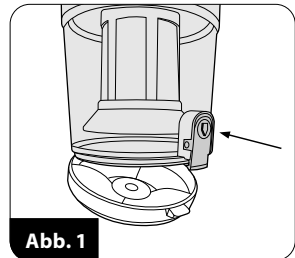

Abb. 1
Um den Staubbehälter ⑤ zu leeren, den Staubsauger ausschalten, den Stecker ziehen, den Saugschlauch durch eine halbe Drehung herausziehen ⑬ und dann die Taste ④ drücken und den Staubbehälter aus dem Staubsauger entnehmen. Den Behälter über dem Abfalleimer anbringen, die Taste zur Freigabe des Behälterbodens ⑦ wie auf Abb. 1 gezeigt betätigen und den Staub in den Abfalleimer entsorgen. Nach dem Leeren des Behälters den Boden wieder schließen und den Behälter wieder an seinen Platz im Staubsauger anbringen - Sie hören ein charakteristisches Klicken, wenn die Behälterblockade im Staubsauger einrastet.